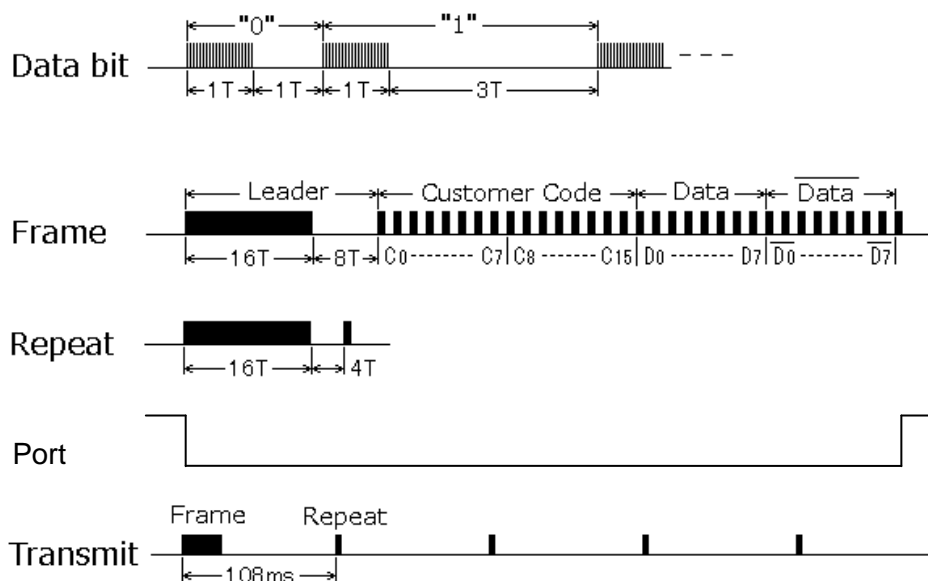

図 4.12.2 NEC フォーマットの信号波形
- 2 NEC フォーマットの仕様の概略は、以下と図 4.12.2 に示した通りです。